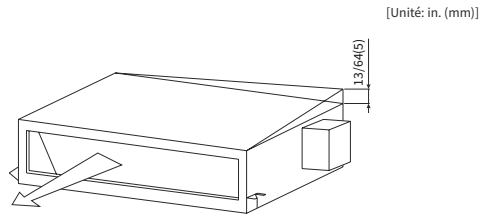

Figure 4.7 Pente de la surface supérieure
(1) Assurez-vous que la partie supérieure est plane et mesurez la pente supérieure maximale.
(2) Comme le montre la figure 4.7, l'arrière de l'unité intérieure est légèrement plus bas que l'avant (0 pouce (0 mm) - 0,2 pouce (5mm)), ce qui facilite les travaux de drainage.
(3) Une fois la position ajustée, serrez l'écrou de suspension. Appliquez l'agent de blocage du filetage pour éviter de perdre l'écrou de suspension.